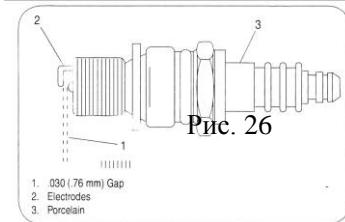

Рис. 26
4. Проверьте расстояние между электродами калибром толщины и установите зазор 030 (0,76 мм) при необходимости. См. рис. 26